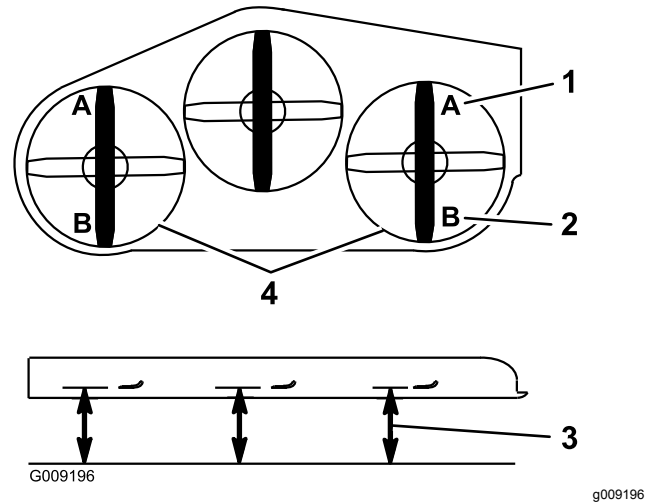

Figura 99
- En ambos lados de la carcasa, mida desde la superficie nivelada hasta la punta delantera de la cuchilla (Posición A), según se muestra en Figura 99.
15. En ambos lados de la carcasa, mida desde la superficie nivelada hasta la punta trasera de la cuchilla (Posición B), según se muestra en Figura 99.